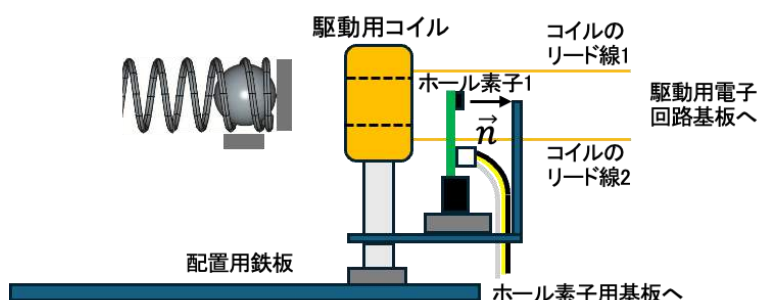

図 3-17. ホール素子を用いた磁束密度計測システムによるコイルの磁場の観測
- (3) ホール素子とホール素子用基板の近くに磁石がないことを確認してから、ホール素子電源を ON にしなさい。CH1 と CH2 の出力電圧がほぼ画面上下中央のままであることを確認しなさい。
- (4) コイルを向きを変えずに右に動かし、駆動用磁石との間隔を約 25 mm に広げなさい。
- (5) 図 3-17 のように、ホール素子 1 をコイルが発生する磁場を測定する位置と向きに置きなさい。
- (6) 分子模型が動かないように手で軽くつかみながら回路基板の交流直流スイッチを DC にして、駆動回路電源を ON にしなさい。このとき、オシロスコープの CH1 の信号電圧（赤）が**上がる**ことを確認しなさい。